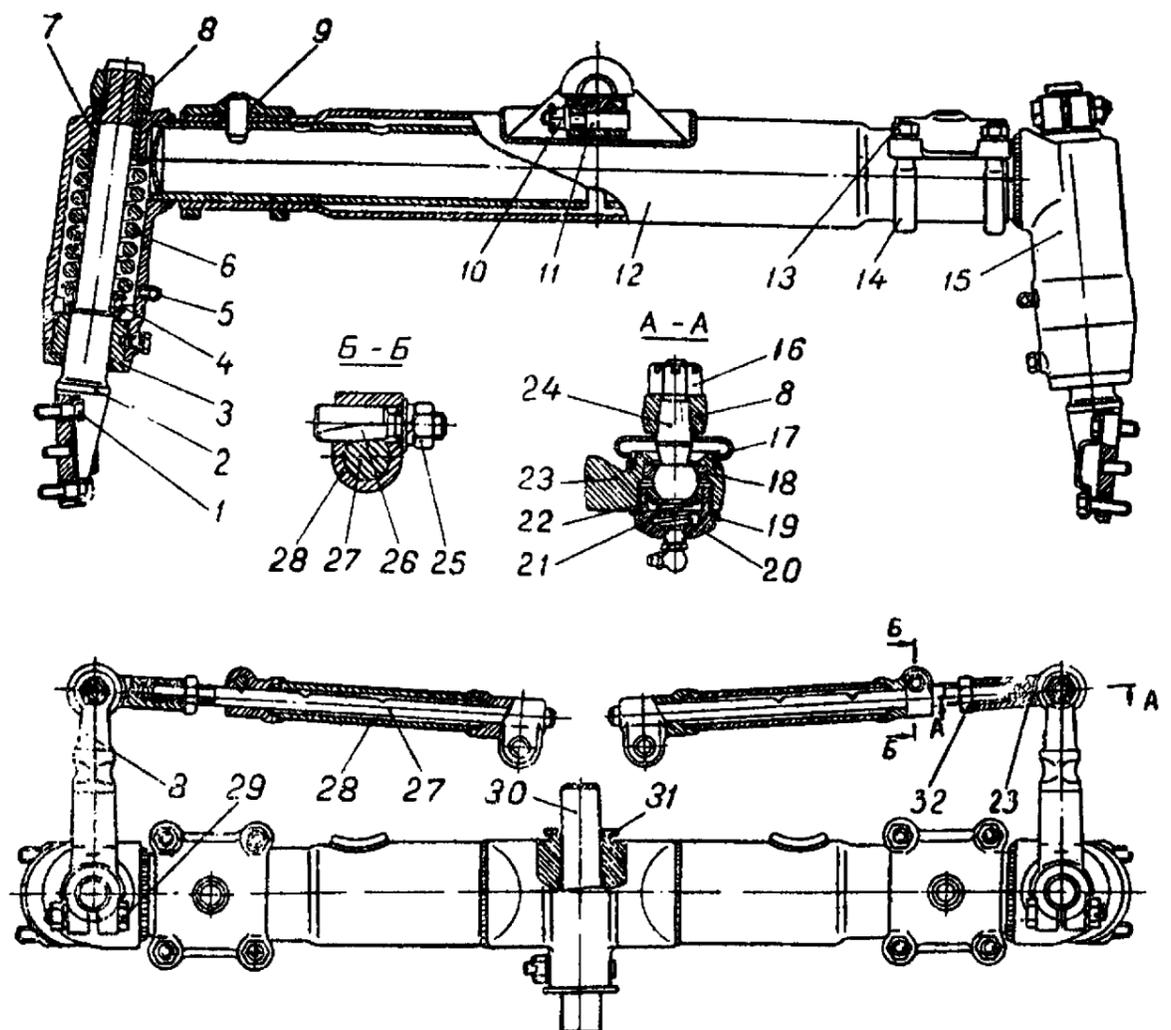

Рис. 48. Передняя ось:
При проверке состояния резьбовых соединений особое внимание обратите на затяжку гаек хомутов накладки 9 и болтов 29 (рис. 48) шлицевого соединения поворотных рычагов.
2. Расшлинтуйте с обеих сторон гайки 16 (рис. 48) и отверните их. Ослабьте затяжку контргаек 32. Отсоедините рулевые тяги 28 от поворотных рычагов 8.
5. Убедившись в правильности регулировки сходимости направляющих колес, произведите надежную затяжку гаек 16 (рис. 48) с последующим стопорением их шплинтами. Законтрите стержень тяги контргайкой 32. Регулировку сходимости направляющих колес производите через каждые 960 часов работы трактора, а также при установке другой колес.
3. Отверните гайки и выньте болты крепления стержня рулевой тяги 28 (рис. 48).